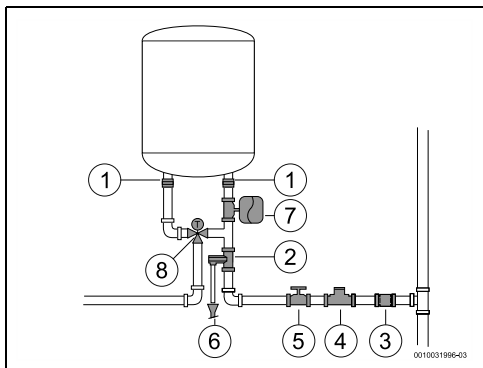

Fig. 15
- Il est recommandé d'installer un robinet thermostatique (Fig. 15, [8]) sur le tube de sortie de l'appareil si des tubes PEX sont utilisés. Il doit être réglé pour correspondre aux performances du matériel utilisé.
- ▶ Ne jamais installer d'accessoires (autres que ceux indiqués dans la fig. 15) entre la soupape de sécurité et l'entrée d'eau froide sanitaire (côté droit) de l'appareil.
- ▶ installer un réducteur de pression (Fig. 15, [4]). La soupape de sécurité se déclenche lorsque la pression d'eau dans l'appareil est supérieure à 8 bars (± 1 bar), et il est donc nécessaire de prévoir un moyen d'évacuer cette eau.
- ▶ installer un vase d'expansion (Fig. 15, [7]) pour empêcher l'ouverture trop fréquente de la soupape de sécurité. Le volume du vase d'expansion doit être équivalent à 5 % du volume de l'appareil.